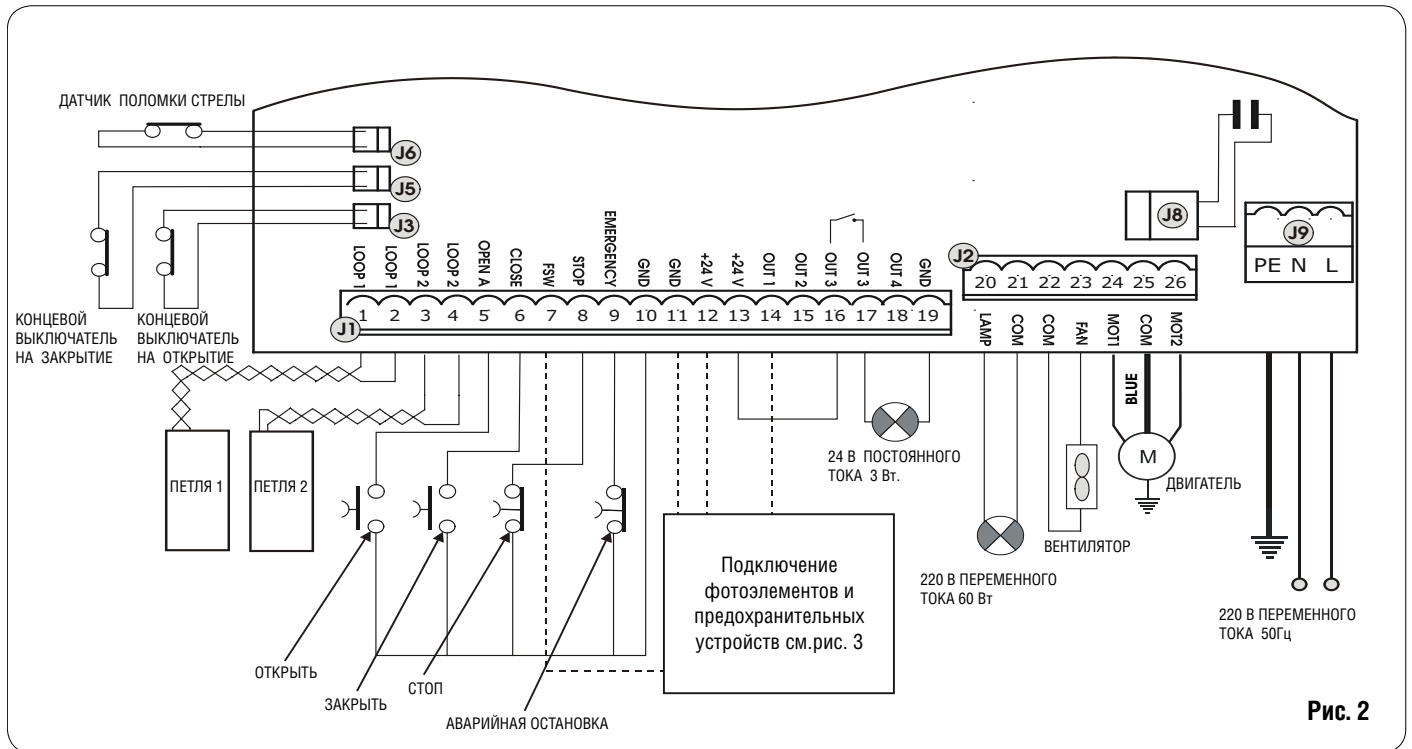

Рис. 2
- Подключать кабель заземления к клемме разъема J9 на блоке (см. рис. 2).
4.3. ОПИСАНИЕ КЛЕМНОЙ КОЛОДКИ J2 - МОТОР, СИГНАЛЬНАЯ ЛАМПА И ВЕНТИЛЯТОР (РИС.2)